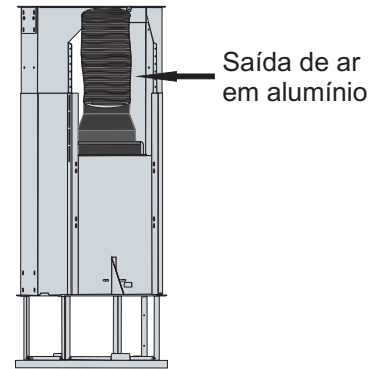

Figura 7
10) Fixe um dos lados da conduta de alumínio à chaminé de plástico e a outra ponta à chaminé da cozinha. (Certifique-se que a conexão está bem apertada para não desconectar usando altas velocidades). Figura 7